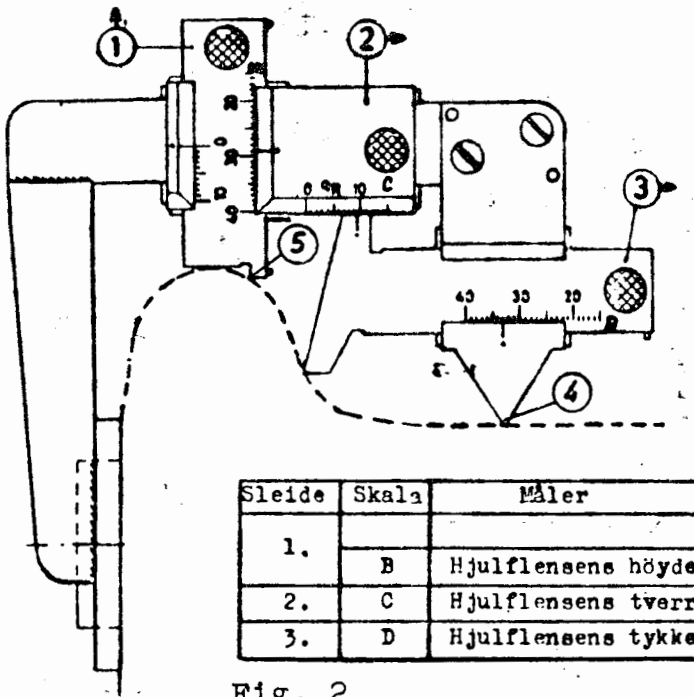

Figur 5
1) Spørsmål A (se figur 5, side 3).